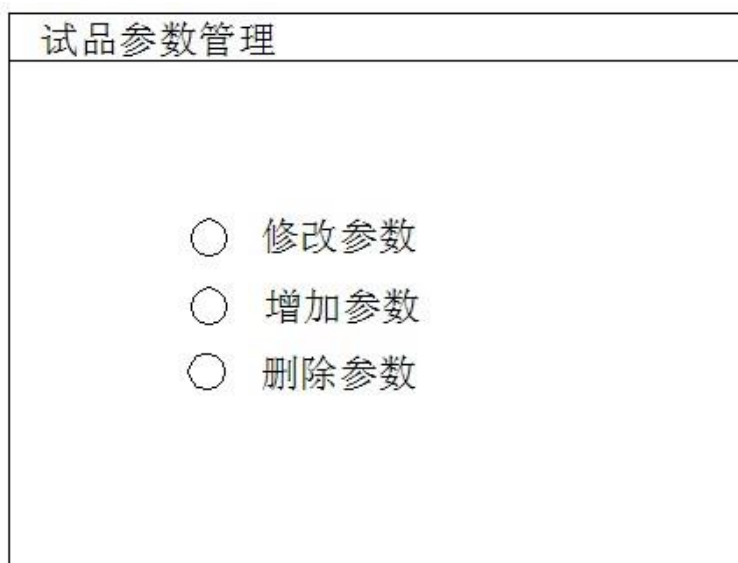

图 4 试品参数管理界面
- 3) 在图 4 中选择修改参数，出现下面的选择变压器编号页面：
- 4) 在图 4 种选择删除参数，则出现图 6 的选择变压器编号页面，选定编号后，按 OK 键将删除该编号的变压器参数配置。